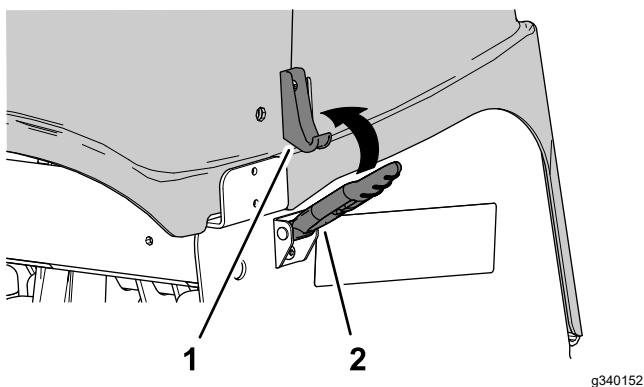

Bild 142
2. Verriegeln Sie die Abdeckung des Aerifizierkopfs an den vier Verriegelungspunkten (Bild 142).